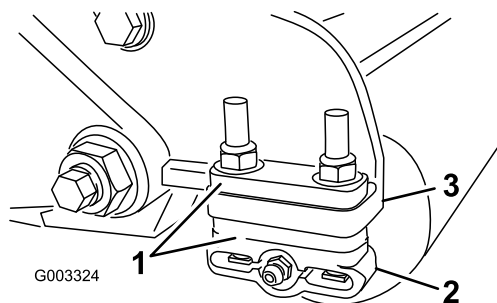

Figura 14
1. Regolate le staffe del rullo posteriore (Figura 14) in base all'altezza di taglio desiderata
posizionando il numero di distanziali necessari sotto la flangia di montaggio della piastra laterale (Figura 14) conformemente alla tabella delle altezze di taglio.